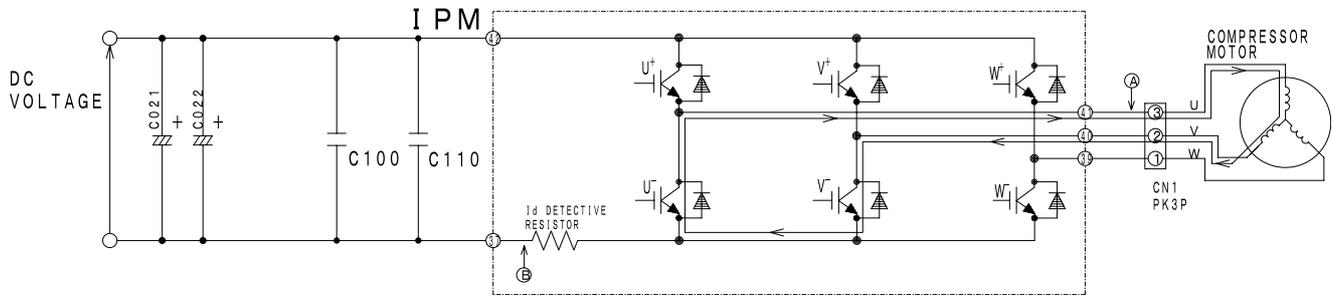

Fig. 4-4 Power module circuit (U⁺ is OFF, V⁻ is ON)
- (2) Lorsque le transistor U⁺ est sur DÉSACTIVÉ : (par inductance de la bobine du moteur) bobine U → bobine V → transistor V⁻ → Diode U⁻ de retour → Point ① (Fig. 4-4)